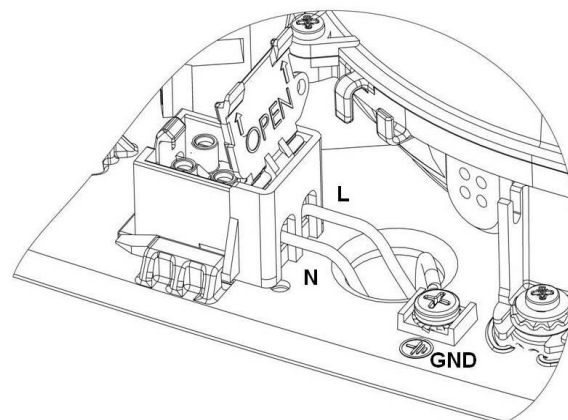

Fig. 5
Die Elektroinstallation wird durch vorbereitete Kabelkanäle vorgenommen (siehe Abbildung 5), wie im Folgenden ausgeführt:
2. Schließen Sie die Leitungs- und Erdungskabel (3 Kabel 16 AWG 1.31 mm^2) durch das Eintrittsloch an der Unterseite $\varnothing 22 \text{ mm}$ ($\varnothing 0.87''$) an, wie in Abbildung 5 zu sehen.
4. Schließen Sie die beiden Phasen (N und L) an die Klemmleiste und das Erdungskabel an die Schraube des Erdungspunktes (Klasse I) an, gemäß Abbildung 5.